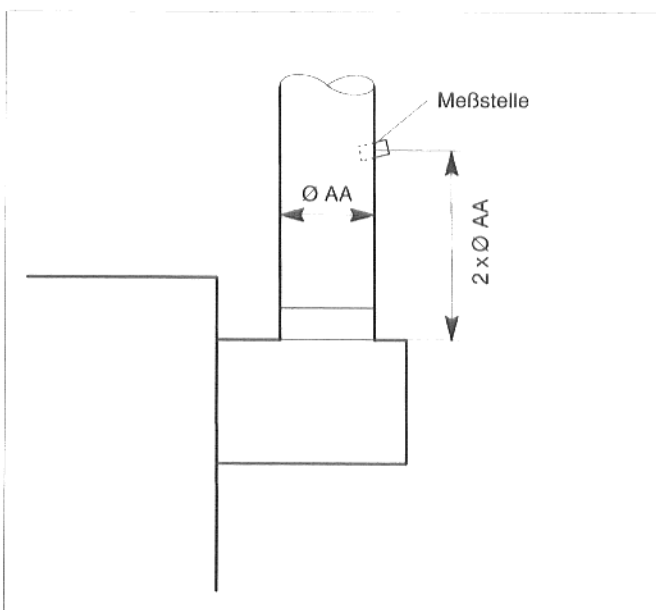

Abb. 30: Meßstelle im Abgasrohr
- Bringen Sie im Abgasrohr, ca. 2 x \varnothing AA nach der Strömungssicherung an der dem Kessel abgewandten Seite, eine Bohrung an (Abb. 30).